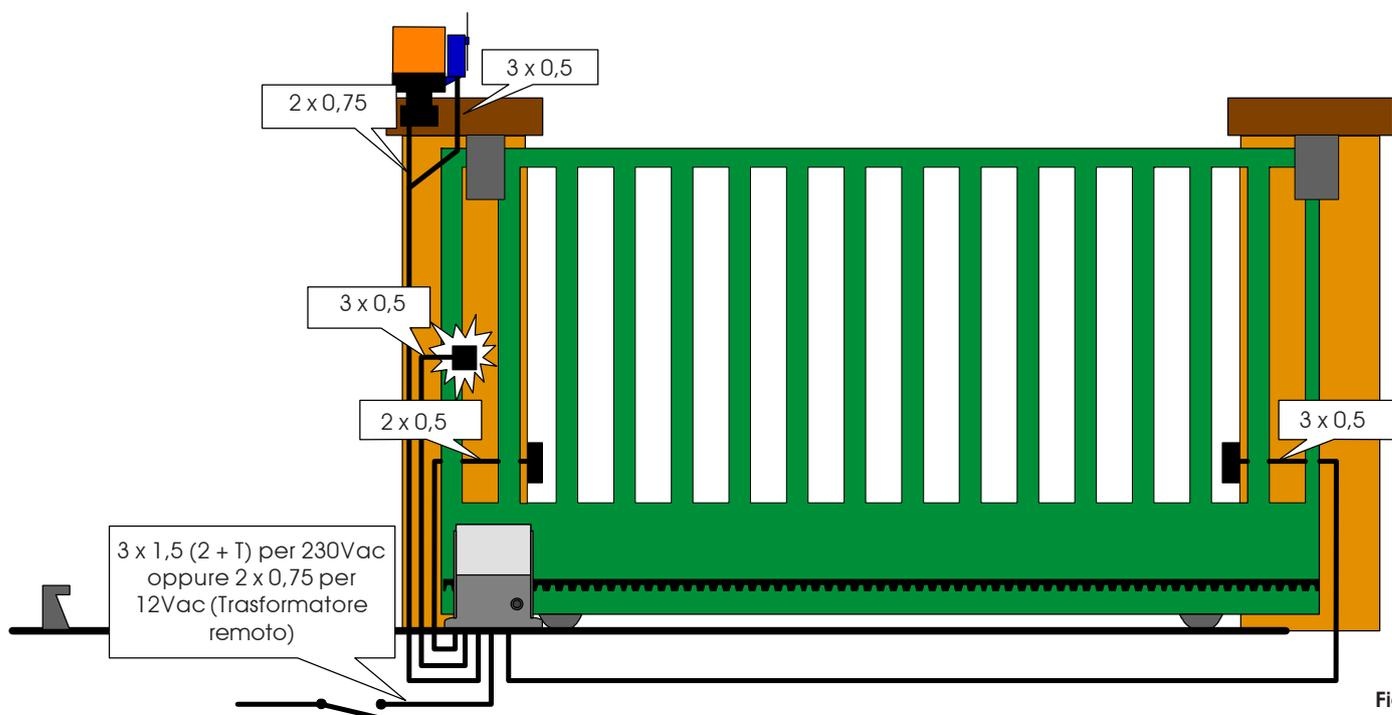

Fig. 4
- Preparare i cavi elettrici per il collegamento degli accessori e l'alimentazione elettrica come da Fig. 4. Per effettuare agevolmente i collegamenti fare fuoriuscire i cavi della lunghezza necessaria per la connessione in morsettiera, al trasformatore e alla scheda di decodifica (se presenti).